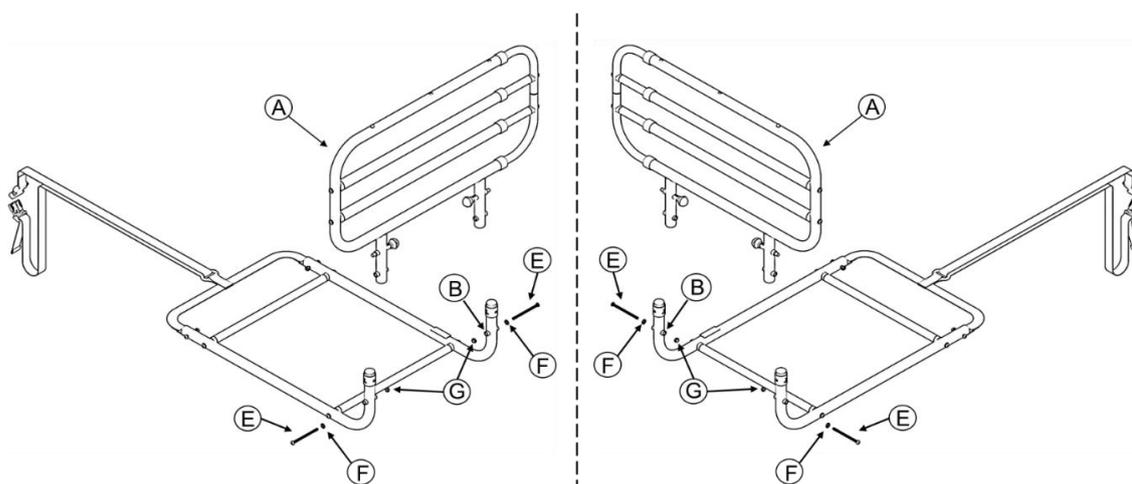

Figura 4
4.3 Utilizzando gli strumenti forniti (H e J), fissate A e B con gli elementi di fissaggio (E, F e G) come mostrato nella FIGURA 4.